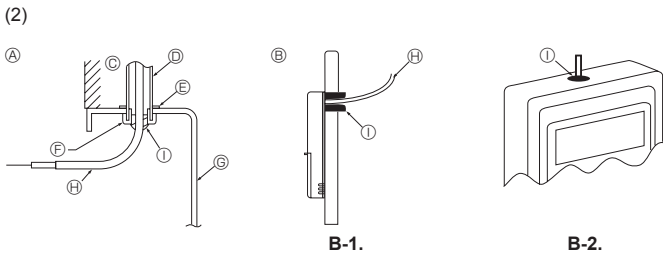

Fig. 5-6
(2) Selle la entrada del cable del control remoto con masilla para evitar que puedan entrar gotas de rocío, agua, cucarachas o gusanos. (Fig. 5-6)